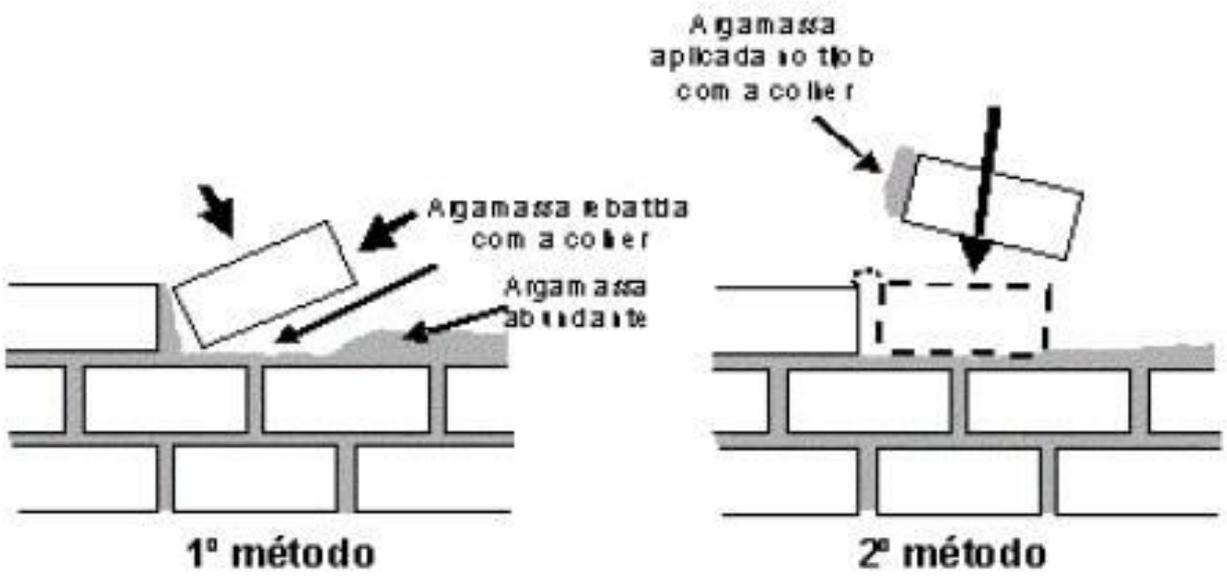

Figura 13. Métodos de espalhamento da argamassa.
4.2. Espalhamento da massa (Figura 13.)